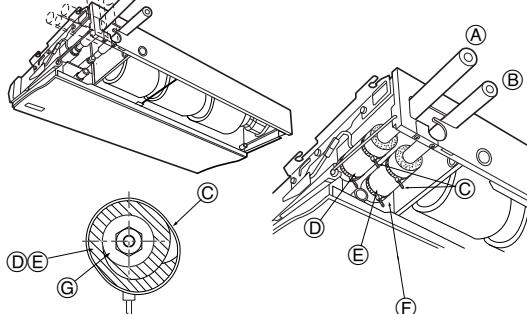

Fig. 4-2
4.3. Tuyaux isolants (Fig. 4-2)